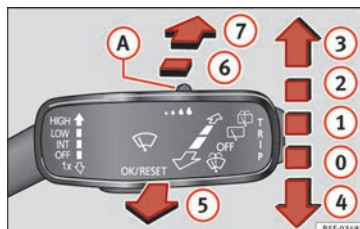

Fig. 40 Utilisation de l'essuie-glace avant et arrière.
| 1 | INT | Balayage intermittent de l'essuie-glace. Grâce à la commande » fig. 40 (A) réglez les niveaux de balayage (sur les véhicules dépourvus de détecteur de pluie) ou la sensibilité du détecteur de pluie. |